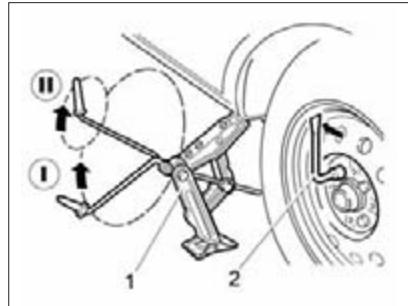

Рис. 55. Подъем автомобиля при замене колес
- ослабьте на один оборот комбинированным ключом 2 (рис. 55) болты крепления заменяемого колеса;
По окончании работ уложите замененное колесо в нишу багажного отделения, закрепите его винтом 1 (рис. 55) и закройте нишу ковриком.